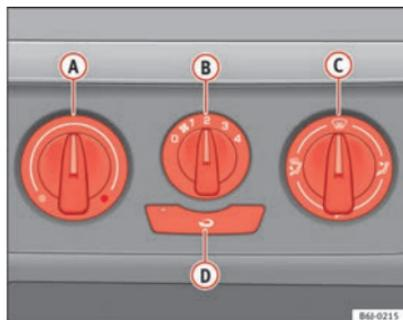

Fig. 92 Sur la planche de bord : éléments de commande du chauffage
- Tournez le régulateur de température ⇒ fig. 92 **A** vers la gauche.
- Tournez le régulateur de température ⇒ fig. 92 **A** vers la droite pour sélectionner la puissance de chauffage souhaitée.
- Tournez le régulateur de température ⇒ fig. 92 **A** vers la droite jusqu'à la puissance de chauffage maximum.
- Tournez le régulateur de température ⇒ fig. 92 (A) vers la zone de chauffage.
- Placez la commande de soufflante (B) sur l'une des vitesses 2-3.
- Fermez les diffuseurs (3).
- Ouvrez et orientez les diffuseurs (4) vers les fenêtres latérales.